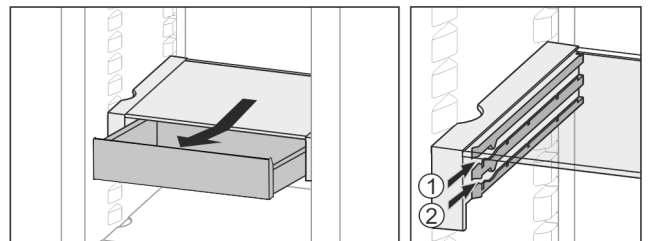

Fig. 26
- ▶ Вкарайте го на височина по избор Fig. 26 (1) или Fig. 26 (2).